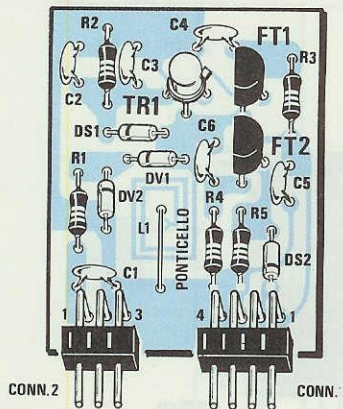

Fig.6 Schema pratico di montaggio dei telai siglati LX.1119/A-B-C-D. Si noti il ponticello che collega la parte centrale della bobina L1 alla massa.
Giunti a questo punto potremo lasciare per ultimi i collegamenti esterni, cioè quelli dei due commutatori, del potenziometro e quello per il segnale d'ingresso e di uscita ed iniziare a montare i telai degli stadi **oscillatori A-B-C-D** (vedi fig.6).
Con un corto e sottile filo di rame nudo, collegheremo la pista centrale della bobina **L1** alla pista di massa dello stampato, come visibile in fig.6.
**ricap**, siglati **DV1** e **DV2**, di colore **grigio**, rivolgendo il lato contornato dalla fascia colorata come visibile nello schema pratico di fig.6.